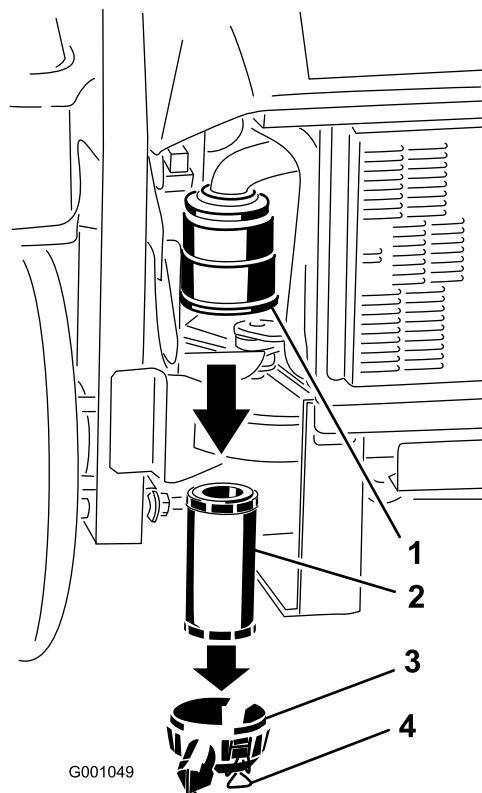

Figura 58
3. Abra los cierres del limpiador de aire y tire de la tapa de la entrada de aire para separarla del cuerpo del limpiador de aire (Figura 58).
5. Extraiga con cuidado el filtro del cuerpo del limpiador de aire (Figura 58).